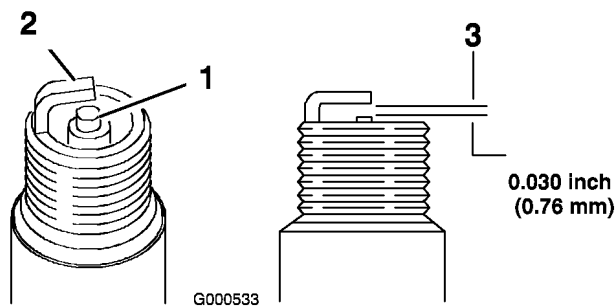

Figura 27
5. Regolate la distanza tra gli elettrodi della candela a 0,76 mm (Figura 27).